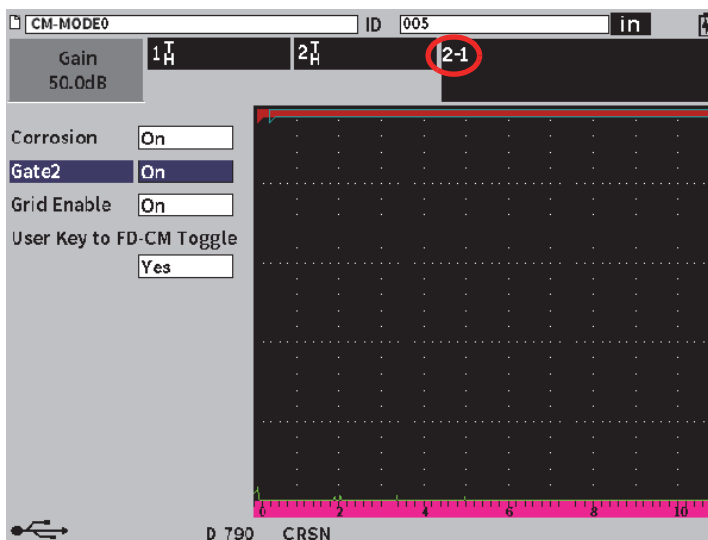

Рис. 11-41 Диалоговое окно Коррозия
1. В модуле для коррозионного мониторинга (, в диалоговом окне **Corrosion** (Коррозия), установите **Gate2** (Строб2) на **On** (см. Рис. 11-41 на стр 231).